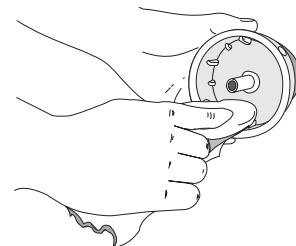

Fig. 32
4. Nettoyez le moulinet intérieur, le ressort, et l'arbre et la surface interne de la bobine extérieure à l'aide d'un tissu propre (Fig. 32).